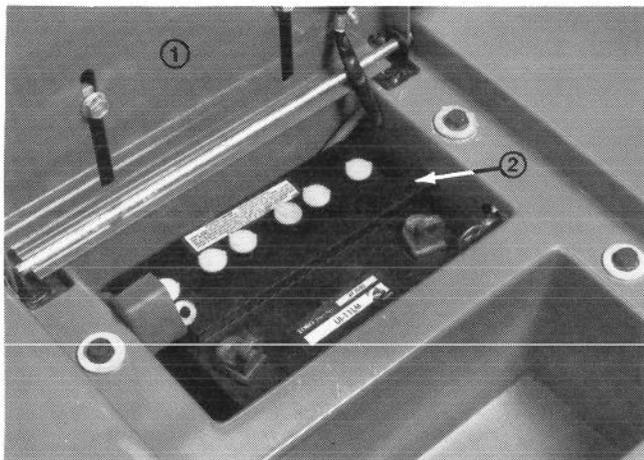

Figure 3
1. Incliner le siège en avant et soulever la batterie du compartiment (Fig. 3).